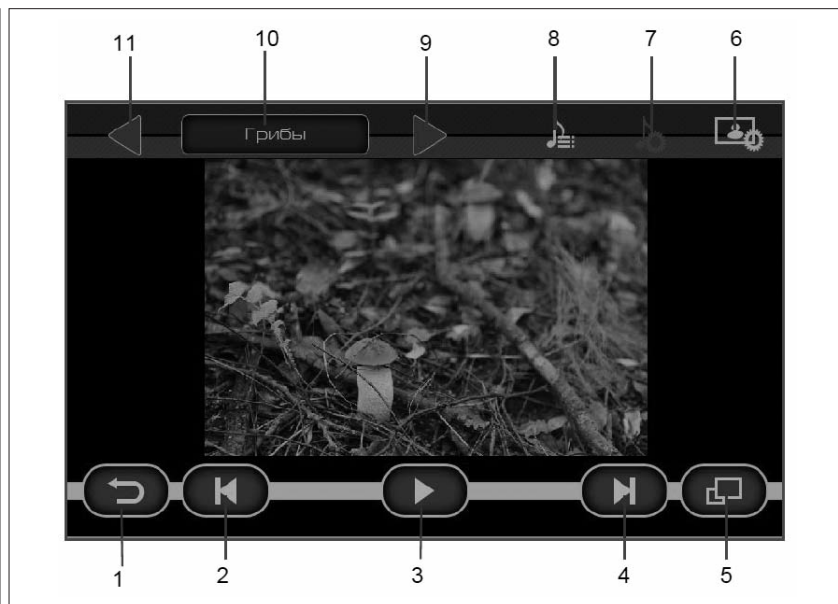

Рис. 9. Окно проигрывания файлов изображений
Если при просмотре фотографий нажать на кнопку **II (3)** (рис. 9), а затем нажать на кнопку возврата (кнопка **1**, рис. 9), то происходит переход в главное меню, и на кнопке «**Фотографии**» (рис. 2) появляется индикатор паузы. Этот режим позволяет вернуться к просмотру фотографий с того места, где была поставлена пауза.